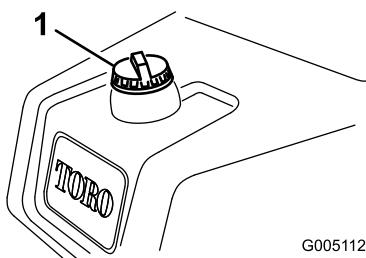

Figura 25
1. Limpie alrededor del tapón del depósito de combustible y retire el tapón (Figura 25).